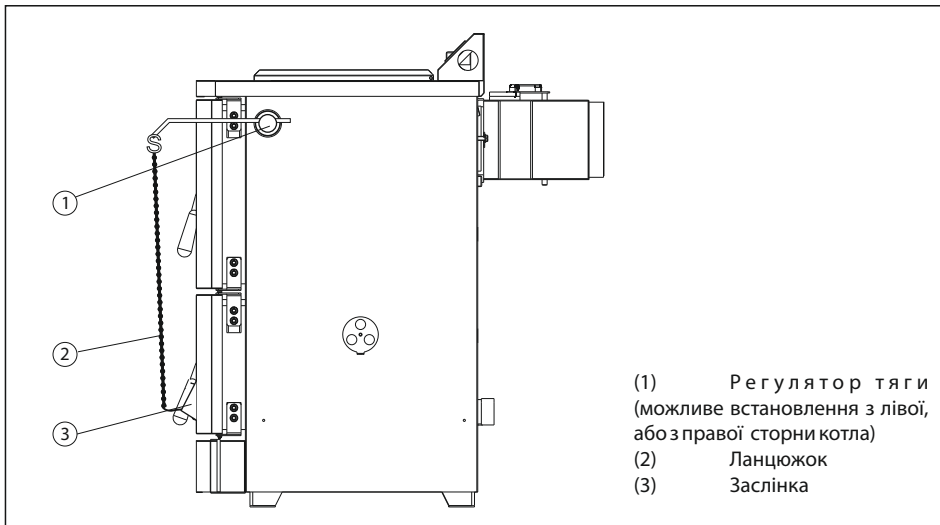

Рис. 9. Регулятор тяги
- Повністю відкрити шибер (поз.7 рис 1) і заслінку (поз.3 рис. 9) подачі повітря під колосники.